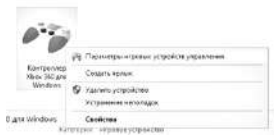
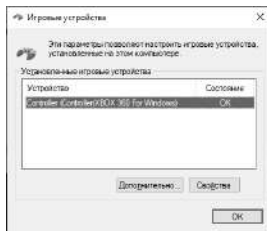

Рис. 2
Рис. 3
Для того чтобы проверить и откалибровать игровой манипулятор, необходимо открыть вкладку «Устройства и принтеры» в панели управления Windows, манипулятор отобразится как «Контроллер Xbox 360 для Windows», затем кликните правой кнопкой мыши по иконке, выберите строчку «Параметры игровых устройств управления» (рис. 2) (возможно, потребуются права администратора). При этом появится окно «Игровые устройства» (рис. 3).
• Зайдите в меню «панель управления», далее щелкните по значку «устройства и принтеры», в открывшемся окне выберите ярлык «PC Gamerpad», правой кнопкой мыши выберите «Параметры игровых устройств управления» (см. рис. 2).